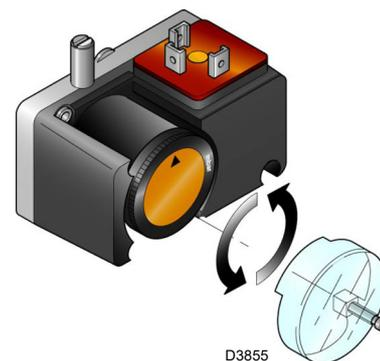

Fig. 35
- Régler le pressostat pour le contrôle d'étanchéité (kit PVP)(Fig. 35 à la page 33), le cas échéant, selon les instructions fournies avec ledit kit.
Régler le pressostat pour le contrôle d'étanchéité (kit PVP) (Fig. 35) selon les instructions fournies avec ledit kit.